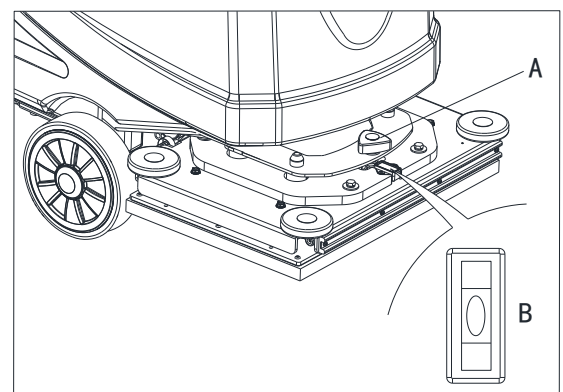

Рисунок 8.1
2. Отрегулируйте уровень орбитального настила при помощи регулировочной ручки (A. Рисунок 8.1),создающей пузырь в середине (B Рисунок 8.1)